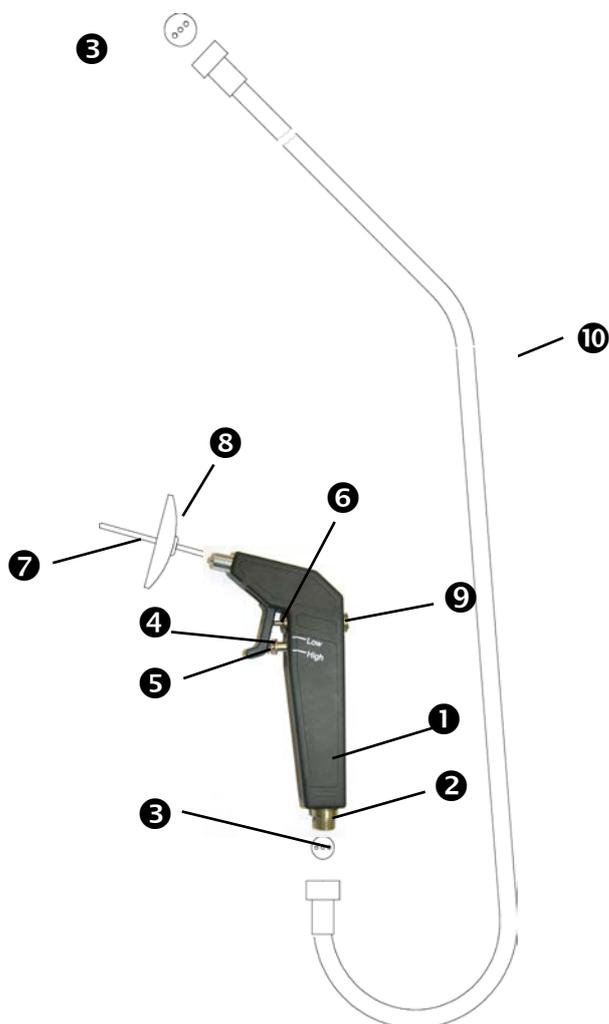

Fig. 4. Irrigador
- Atornille la "manguera doble" (⑩, fig. 4) con la "junta de tres orificios" (⑨, fig. 4) insertada a la conexión del equipo (②, fig. 3).